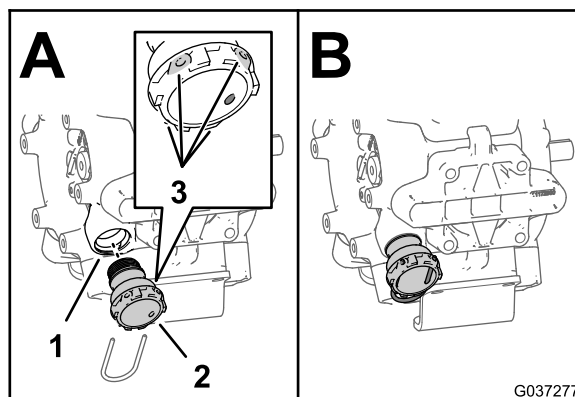
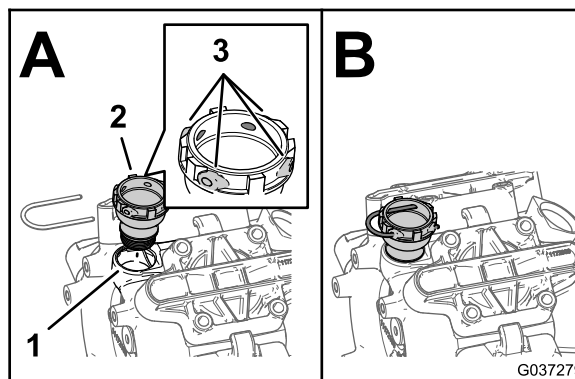

Рисунок 5
Рисунок 6
- Установите штуцер 1¼ дюйма (31,8 мм) в отверстие нагнетания насоса (Рисунок 5 или Рисунок 6).